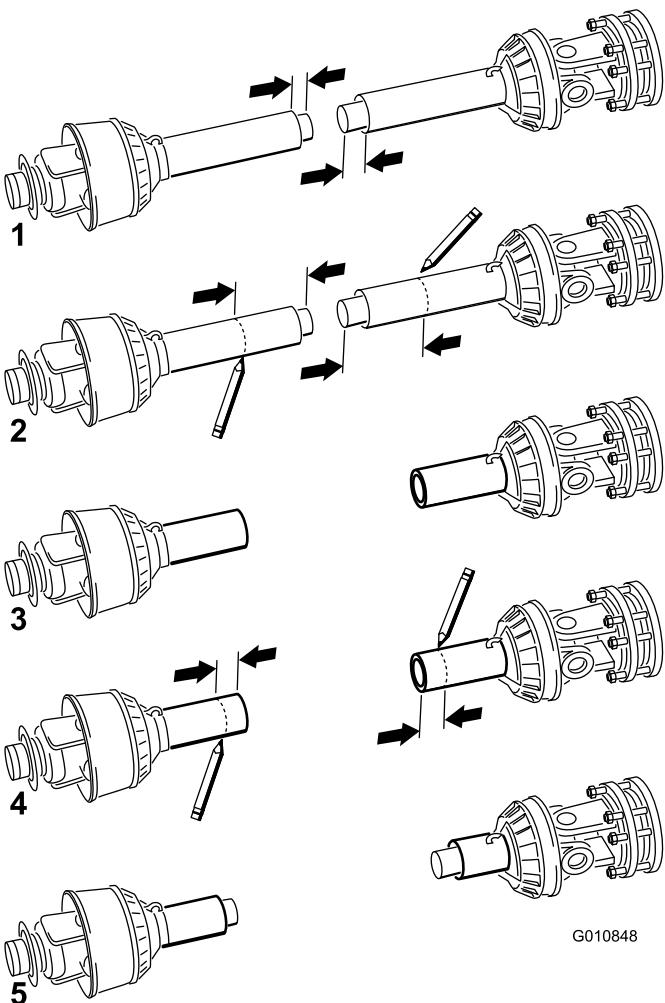

Figura 17
- Separe as duas metades do eixo da tomada de força (Figura 17, ilustração 1).
- Meça a distância da extremidade de cada tubo até à sua protecção de segurança (Figura 17, ilustração 1). Registe as distâncias.
- Utilize as dimensões determinadas no passo 8, localize, marque e corte a protecção e o tubo de cada metade da tomada de força (Figura 17, ilustrações 2 & 3).